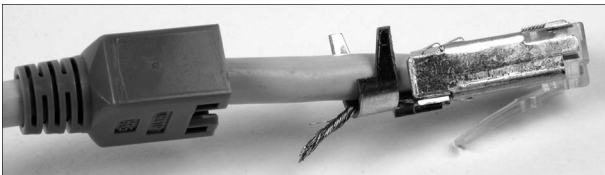
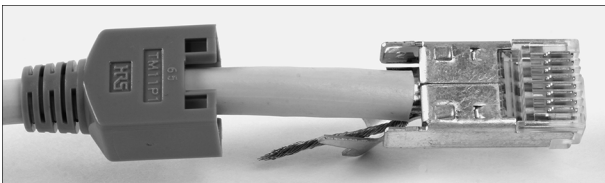

Abbildung 2.21 Crimpfertiger Stecker; das Schirmgeflecht liegt in der Schirmungsaufnahme.
Abbildung 2.22 Crimpfertiger Stecker, Ansicht von unten
8. Richten Sie die verdrehte Schirmung so aus, dass sie zur Steckeroberseite zeigt. Die Steckeroberseite erkennen Sie daran, dass sich hier die Rastnase befindet. Bringen Sie die Schirmung in die hierfür vorgesehene Aufnahme (Abbildung 2.21). Damit ist der Stecker bereit zum Crimpen (Abbildung 2.22).